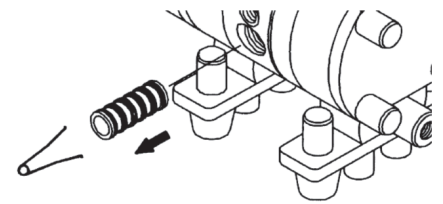

Fig. 7.3.
- (Fig. 7.3) Retire la camisa utilizando la herramienta especial CF713148 (fig. 7.5).